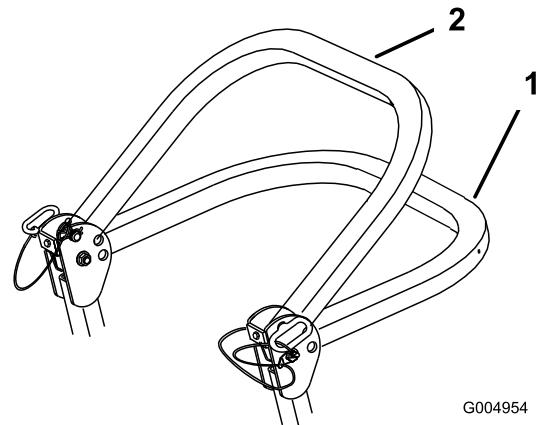

Figura 8
2. Coborâți bara antiruliu în poziția inferioară (Figura 8).
Notă: Există două poziții inferioare; consultați Figura 8.